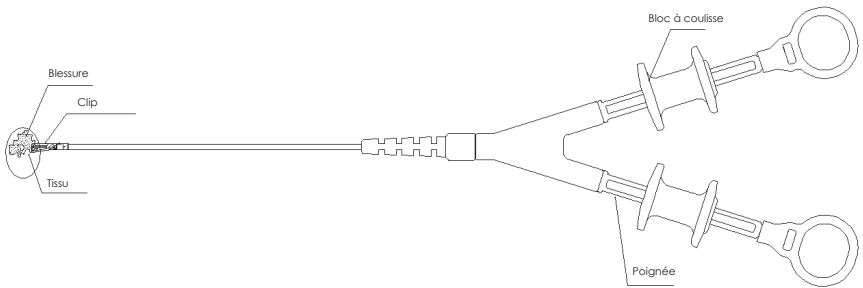

Fig. 5 Tissu de traction
5. Déplacez le tissu de la plaie de l'autre côté de la plaie à travers l'endoscope. A ce moment, la poignée qui contrôle la fermeture du clip reste fermée (comme indiqué sur la Fig 5).